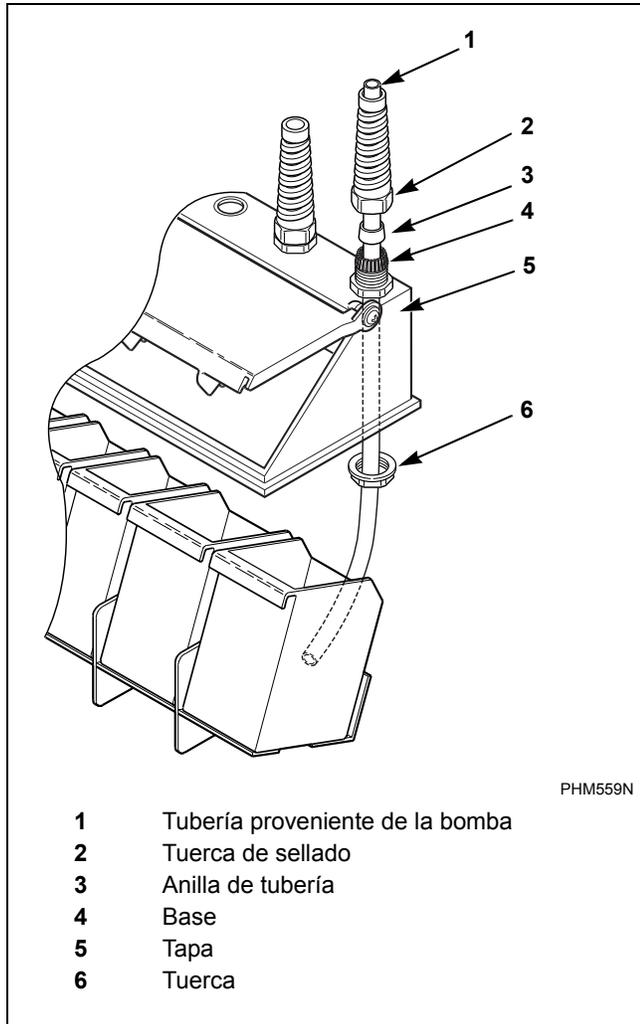

Figura 24
1. Retire la pieza desmontable del dispensador de suministro. Consulte la *Figura 24*. Los tapones se ponen en el interior de la anilla de la tubería.